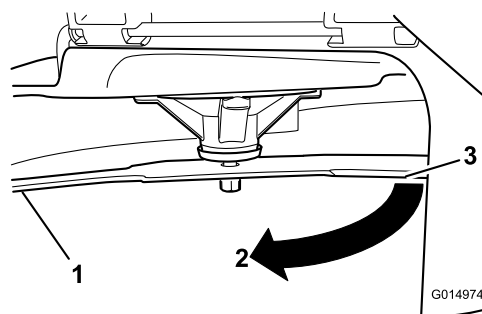

Figura 52
4. Gire la misma cuchilla 180 grados de manera que el otro filo de corte esté en la misma posición (Figura 52).